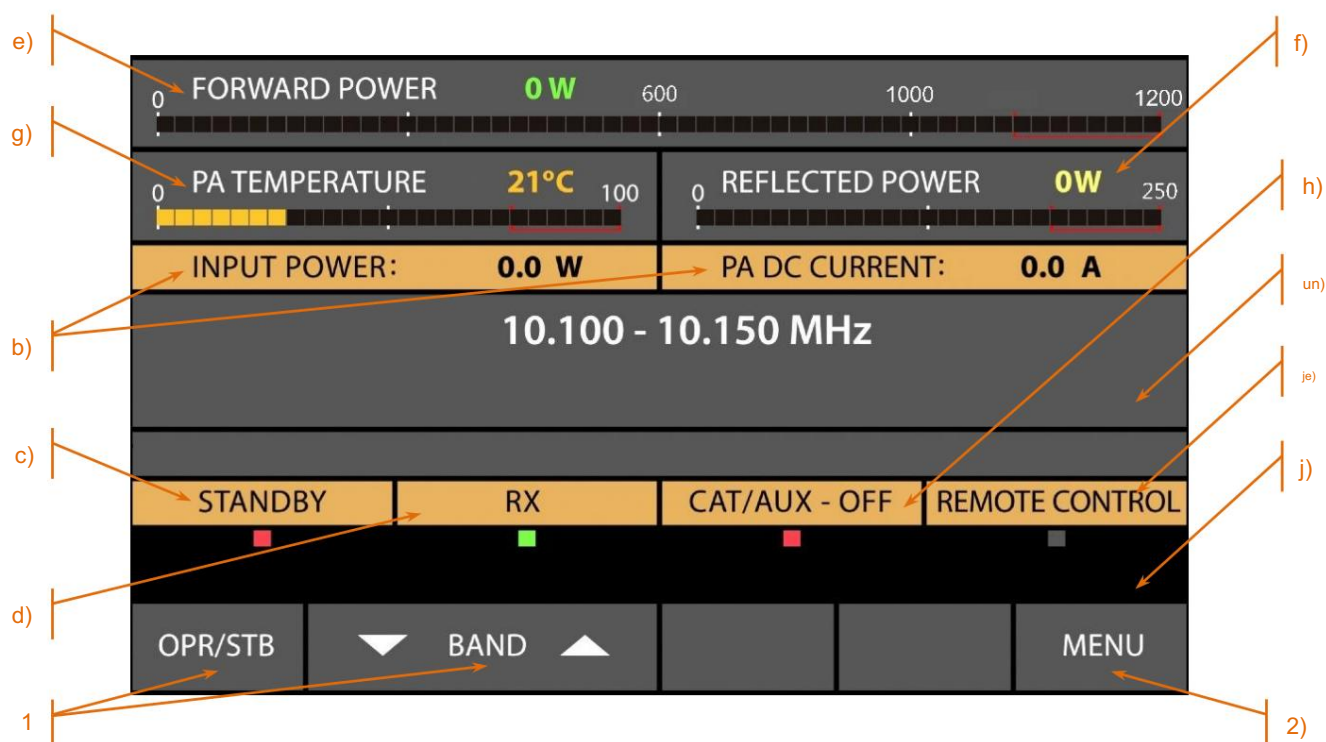

Figure 3-2 | Écran de base sans syntoniseur d'antenne ACOM 04AT attribué
Pour démarrer l'amplificateur, maintenez le bouton POWER (alimentation) du panneau avant enfoncé pendant une ou deux secondes. Environ dix secondes plus tard (séquence de démarrage), l'écran clignote et affiche l'écran de base contenant les informations de l'amplificateur (voir Figure 3-2 | Écran de base sans tuner d'antenne ACOM 04AT assigné).
Veuillez consulter la Figure 3-2 | Écran de base sans tuner d'antenne ACOM 04AT attribué, Pos. (a).
Veuillez consulter la Figure 3-2 | Écran de base sans tuner d'antenne ACOM 04AT attribué, Pos. (b).
Veuillez consulter la Figure 3-2 | Écran de base sans tuner d'antenne ACOM 04AT attribué, Pos. (c).
Veillez consulter la Figure 3-2 | Écran de base sans tuner d'antenne ACOM 04AT attribué, Pos. (d).
Veillez consulter la Figure 3-2 | Écran de base sans tuner d'antenne ACOM 04AT attribué, Pos. (e).
Veillez consulter la Figure 3-2 | Écran de base sans tuner d'antenne ACOM 04AT attribué Pos. (f).
Veillez consulter la Figure 3-2 | Écran de base sans tuner d'antenne ACOM 04AT attribué, Pos. (g).
Veillez consulter la Figure 3-2 | Écran de base sans tuner d'antenne ACOM 04AT attribué, Pos. (h).
Veillez consulter la Figure 3-2 | Écran de base sans tuner d'antenne ACOM 04AT attribué, Pos. (i).
Veillez consulter la Figure 3-2 | Écran de base sans tuner d'antenne ACOM 04AT attribué, Pos. (j).
Veillez consulter la Figure 3-2 | Écran de base sans tuner d'antenne ACOM 04AT attribué, Pos. (1).
Veuillez consulter la Figure 3-2 | Écran de base sans tuner d'antenne ACOM 04AT attribué, Pos. (2).
Allumez l'amplificateur, comme décrit dans les sections 3.1 Mode veille basse consommation de l'alimentation, 3.2 Panneau avant, 3.3 Mise sous tension initiale et 3.4 Écran de base (voir Figure 3-2 | Écran de base sans tuner d'antenne ACOM 04AT attribué).